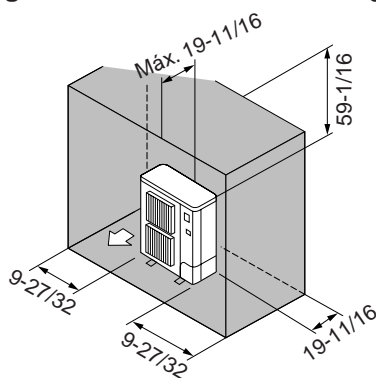

Fig. 2-7
- ⑥ Obstáculos sólo en la parte trasera, los laterales y superior (Fig. 2-7)